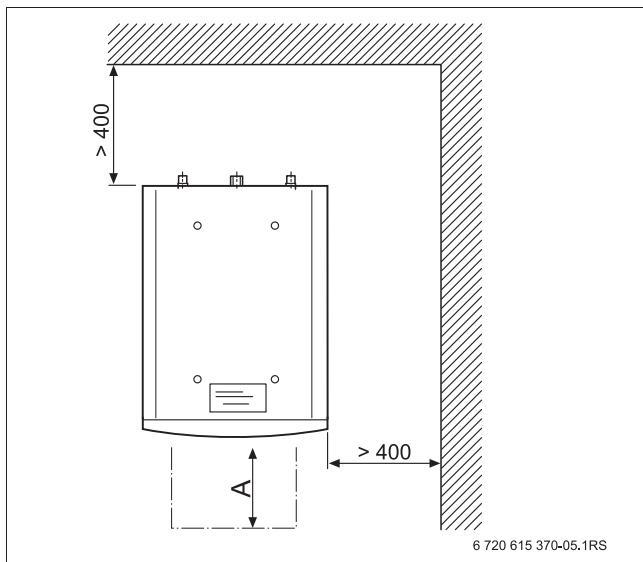

Рис. 5 Минимальные расстояния до стен (в мм)
При установке бака-водонагревателя соблюдайте минимальные расстояния, необходимые для монтажа и технического обслуживания (→ рис. 5). Выдерживайте также минимальные расстояния, рекомендованные для котла.
- ▶ Выдерживайте минимальные расстояния от стен (→ рис. 5).